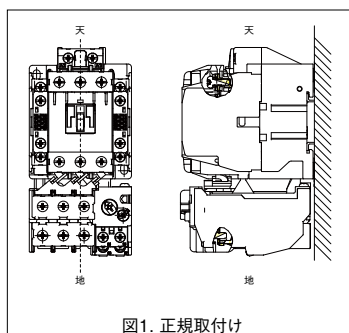
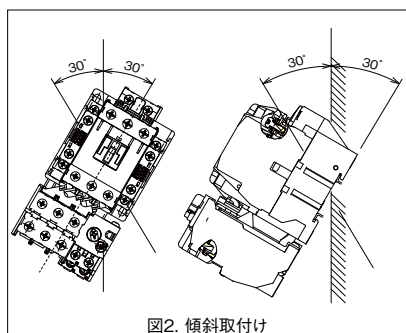
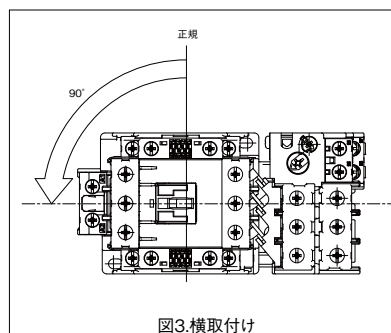

図1. 正規取付け
図2. 傾斜取付け
図3.横取付け
- (1) 乾燥した場所ではこりや振動の少ないところに取付け願います。
- (2) 取付方向は垂直面で図1.の方向を正規としますが各方向30°までの傾斜取付けは許容できます。(図2.)
- (3) 床置取付、天井取付は許容できません。(床置・天井取付けは、接点の導通性能、動作性能、耐久性等に影響します)
- (4) やむをえず横取付けする場合は図3.のように正規取付状態から反時計方向に90°回転させた状態で取付けてください。